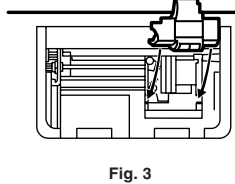

Fig. 3
- Installez le nouveau ruban enrouleur dans la bonne position. Assurez-vous que le ruban est bien fixé en place. (Fig. 3)